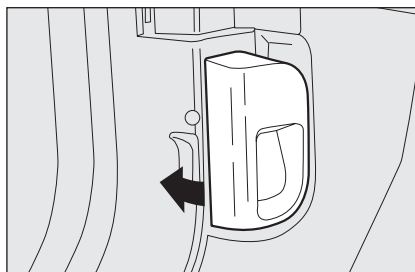

Abb. 89
- ☐ den Hebel **Abb. 89** in Pfeilrichtung ziehen;